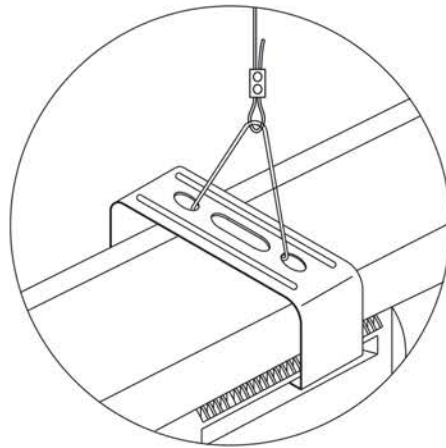

Рисунок 6
5.4.2. Монтаж светильника на подвесах (рисунок 6).